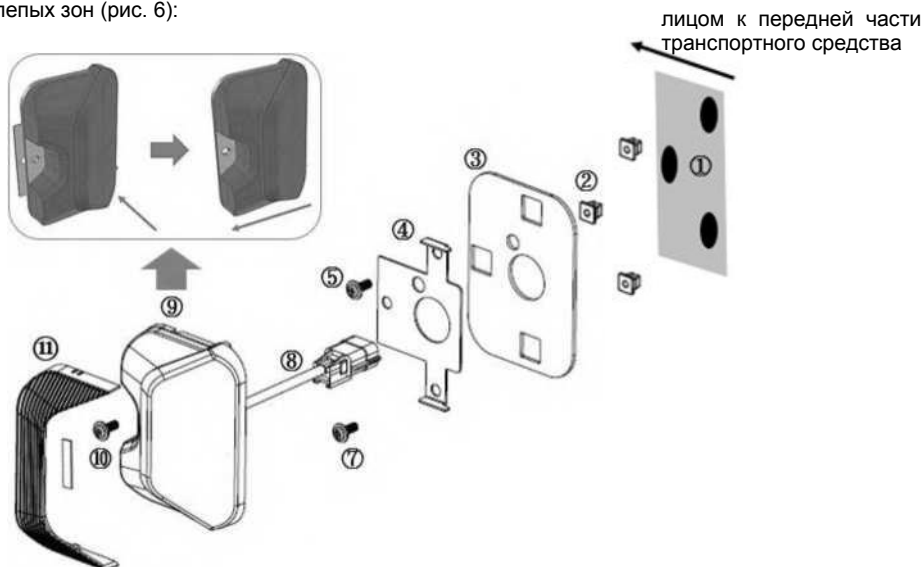

рис. 6
Примечание: Отдельное отверстие кронштейна должно быть обращено к передней части ТС (рис.6)
- (1) Установка датчика слепых зон (рис. 6):